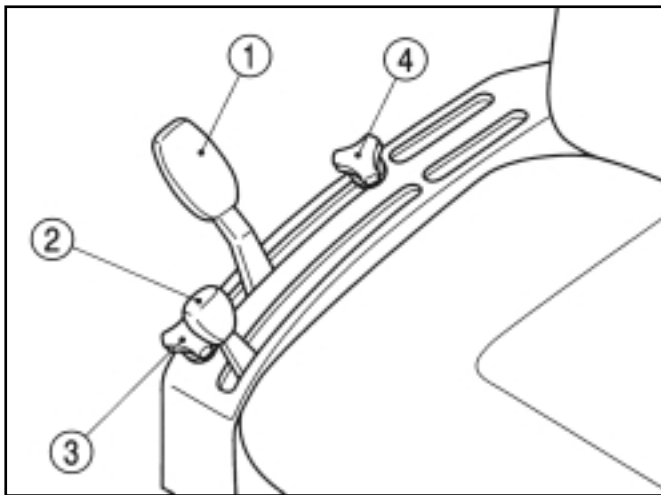

FIG. 62 / ABB. 62 / FIG. 62
**Positions de levier** - Le levier de commande de traction (2) dans la Fig. 62 (si monté) complètement abaissé (non utilisé). Utilisez le levier de contrôle de position (1) pour ajuster la position de l'attelage et de l'accessoire.
*NOTE: L'arrêt avant (3) peut être réglé en fonction de la position de travail de l'accessoire. Cela permet de remettre l'accessoire dans sa position d'origine après que l'attelage a été soulevé pour faire demi-tour ou pour rouler sur la voie publique. Si nécessaire, l'arrêt arrière (4) peut être utilisé pour limiter la hauteur de relevage.*
**Commencer le travail** - Alignez le tracteur et son accessoire dans le champ et poussez le levier (1) complètement vers l'avant (vers DOWN). Bloquez la hauteur de l'accessoire avec les butées (3 & 4).
**Pour faire demi-tour** - Tirez le levier de contrôle de position (1) en arrière (vers la position "UP") pour soulever l'accessoire. Faites demi-tour et repoussez le levier contre la butée pour recommencer le travail.
**Fin du travail et transport** - Tirez le levier (1) complètement vers l'arrière.
**Hebelpositionen** - Den Zugregelungshebel (2), falls vorhanden, gemäß Abb. 62 ganz nach vorn schieben -er wird nicht benötigt. Die Position von Hubwerk und Anbaugerät über den Positionshebel (1) einstellen.
*HINWEIS: Der vordere Hebelanschlag (3) kann hierbei auf die Arbeitsposition des Anbaugeräts eingestellt werden. Damit kann eine jeweils gleiche Stellung des Anbaugeräts nach dem Anheben, Transport usw. sichergestellt werden. Der hintere Anschlag (4) kann zum Begrenzen des Anbaugerätehubs verwendet werden, falls erforderlich.*
**Arbeitsbeginn** - Den Traktor mit Anbaugerät auf dem Feld in Stellung bringen und den Positionshebel (1) nach vorn (DOWN) schieben. Die Höhe des Anbaugeräts mit dem Positionshebel einstellen und die Hebelanschläge (3 und 4) nach Bedarf fixieren.
**Wenden** - Den Hubwerk-Positionshebel (1) nach hinten ziehen (UP) um das Anbaugerät zu heben. Die Wende fahren und dann den Hebel gegen den Anschlag nach vorn drücken, um die Arbeit fortzusetzen.
**Beenden der Arbeit und Abtransport** - Den Hubwerk-Positionshebel (1) ganz nach hinten ziehen, um das Hubwerk anzuheben.
**Standen van de hendel** - De hendel voor de trekkrachtregeling (2) in Fig.62 (als die geplaatst is) dient volledig naar beneden te staan (niet in gebruik). Gebruik de hendel voor de positierегeling om de stand van de hefinrichting en het werktuig in te stellen.
*OPMERKING: U kunt het voorste regelknopje (3) zo instellen dat het werktuig steeds terug op dezelfde hoogte komt nadat u de tractor keerde of ermee over de weg reed. U kunt het achterste regelknopje (4) instellen om de hoogte bij het omhooghalen te beperken, wanneer dat nodig mocht zijn.*
**Om te beginnen met werken** - Lijn tractor en werktuig uit in het veld en breng de hendel voor de positierегeling (1) naar voren (in de richting van DOWN). Stel de hoogte van het werktuig in doormiddel van de hendel voor de positierегeling en draai de regelknopjes (3 en 4) in de gewenste positie.
**Wanneer u draait** - Zet de hendel voor de positierегeling (1) in Fig.62 naar achteren (in de richting van UP) om het werktuig omhoog te tillen. Nadat u de draai genomen heeft, kunt u de hendel weer in de oorspronkelijke stand brengen.
**Om het werk te eindigen en de tractor te vervoeren** - Zet de hendel voor de positierегeling (1) volledig naar achteren.